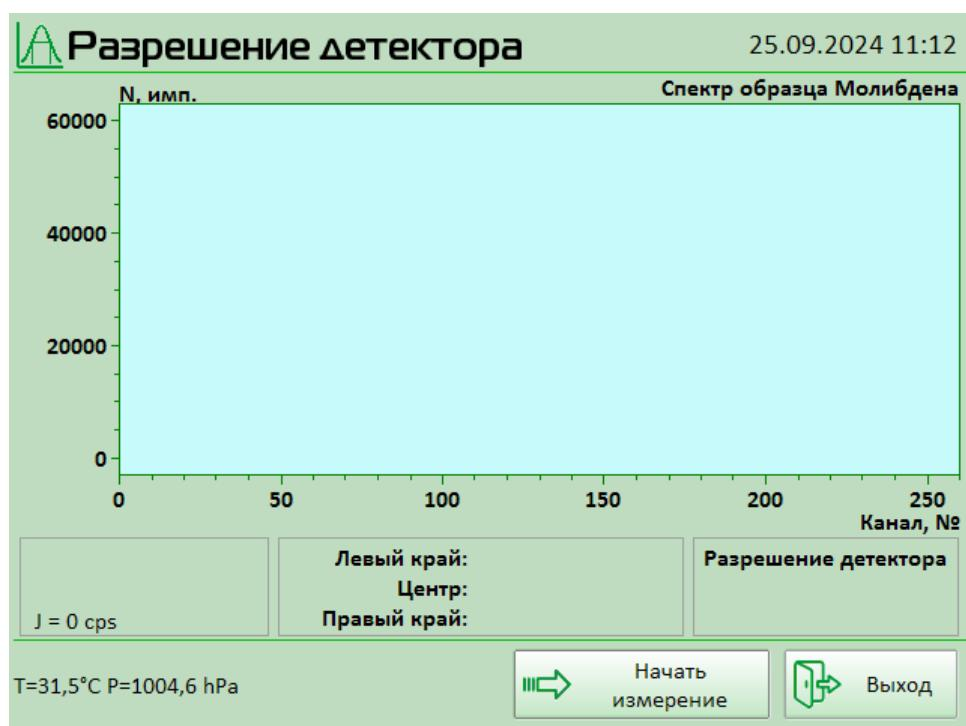

Рисунок 46
13.10.2 Для проверки энергетического разрешения детектора нажмите кнопку **Энергетическое разрешение**, откроется окно для измерения энергетического разрешения детектора (Рисунок 46).